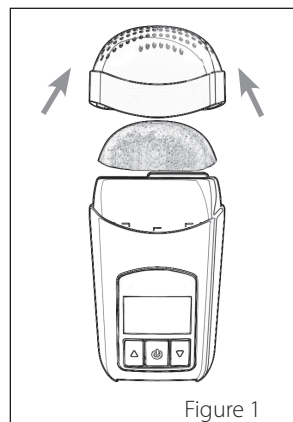

Figure 1
1. Retirez le **capuchon d'extrémité** du **Z1**. Maintenez d'une main le corps du **Z1**. Avec l'autre main, appuyez fermement sur les côtés du **capuchon d'extrémité** et tirez-le vers le haut et loin du **Z1**. (Figure 1)
6. Enfoncez le **capot supérieur** dans le **Z1**. (Figure 1)